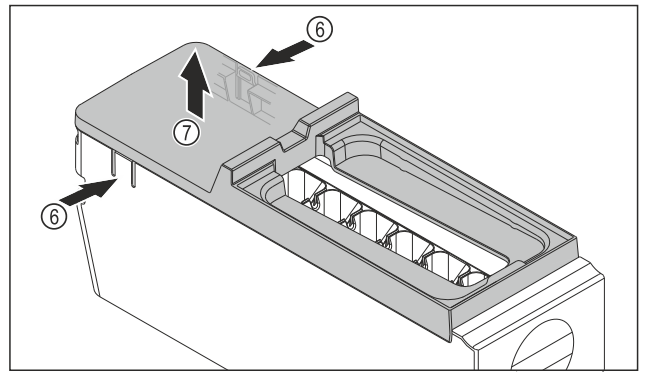

Fig. 83
- ▶ Extraer la cubierta del EasyTwist-Ice: Presionar con la mano las lengüetas Fig. 83 (6) a ambos lados del cuerpo del EasyTwist-Ice.
- ▶ Sacar la cubierta Fig. 83 (7) con la otra mano tirando hacia arriba.